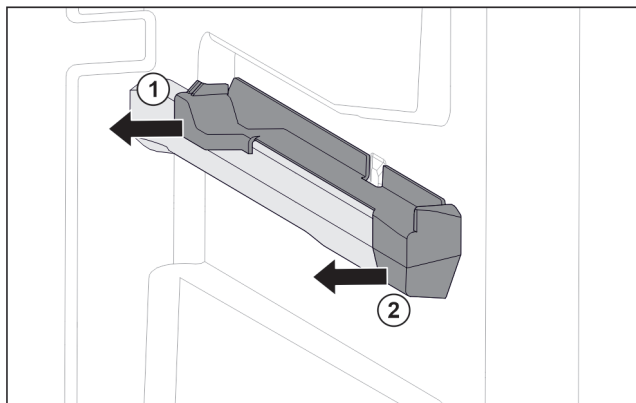

Fig. 39 Element nasadzany na prawym żebrze pojemnika
- ▶ Odciągnąć element nasadzany z tyłu w bok. Fig. 39 (1)
- ▶ Odciągnąć element nasadzany z przodu w bok. Fig. 39 (2)